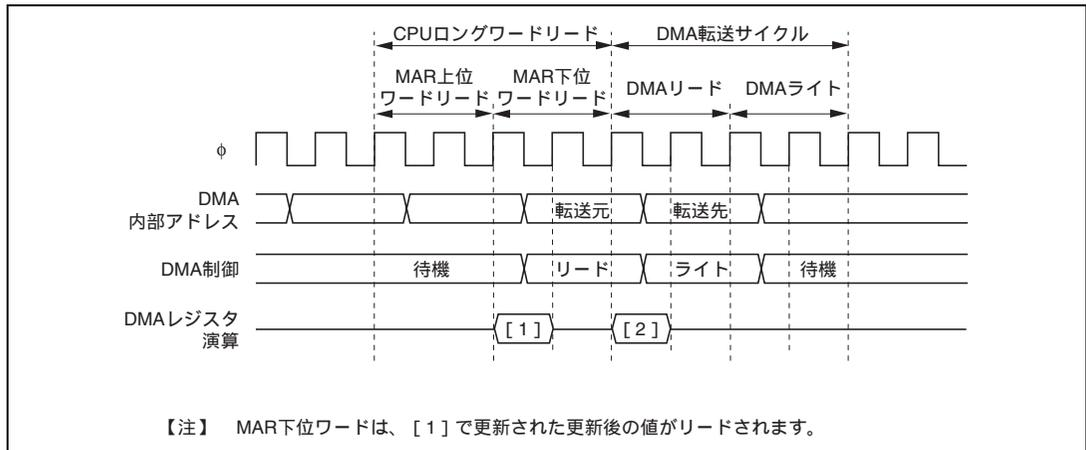

図 7.41 DMAC レジスタの更新と CPU リードの競合
- DMAC のレジスタリード直後に DMAC の転送サイクルが起こると、図 7.41 のように DMAC のレジスタがリードされます。